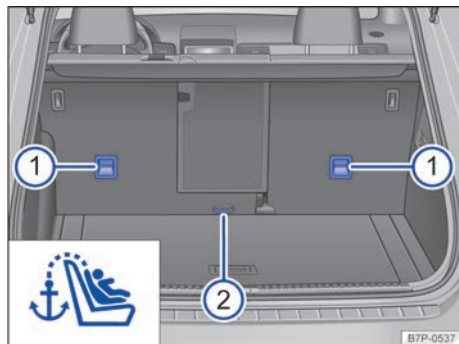

Fig. 28 En la parte posterior del asiento trasero: argollas de sujeción para el cinturón de fijación superior.
- Guíe el cinturón de fijación superior del asiento para niños hacia atrás, en dirección al maletero, y engánchelo en la argolla de sujeción correspondiente situada en el respaldo del asiento trasero → fig. 28 ⓘ o ⓘ. En el caso de la argolla central ⓘ hay que extraerla primero un poco.